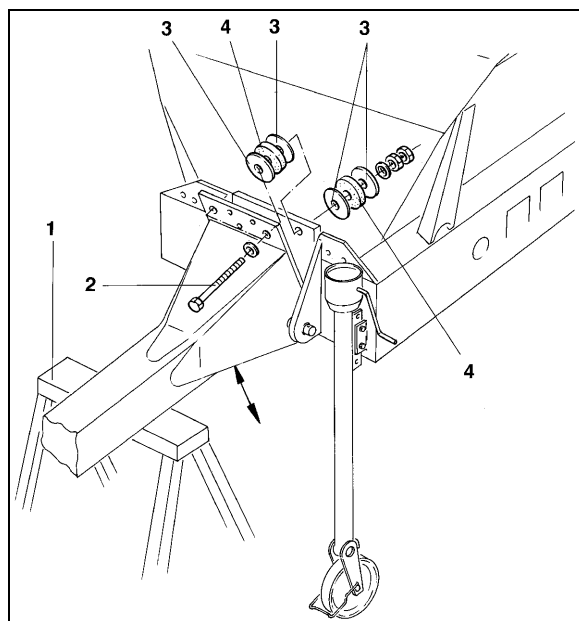

Fig. 29
2. Palla under draget med stabila pallbockar (Fig. 29/1) och lossa båda infästningsskruvarna (Fig. 29/2).
3. Genom att parallellt flytta distansbrickorna (Fig. 29/3) kan draget ställas in i höjdläget. Dämparna (Fig. 29/4) får inte tas bort, dessa reducerar slag och stötar som annars kan överföras från traktorn till maskinen.